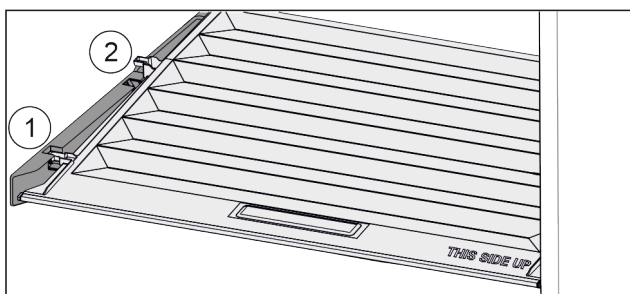

Fig. 161
- ▶ Veko potiahnite dopredu až k otvoru v prídržných dieloch Fig. 161 (1).
- ▶ Vzadu ho nadvihnite zospodu a zložte smerom nahor Fig. 161 (2).